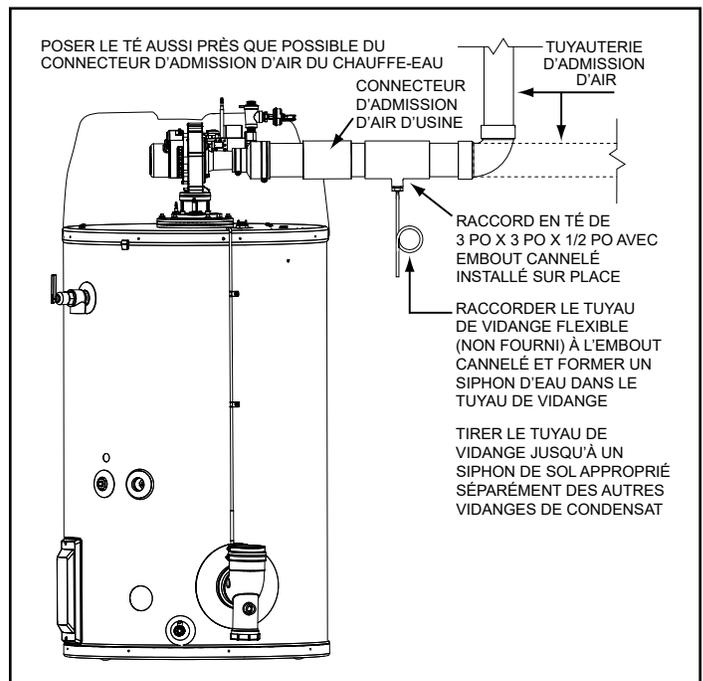

Figure 20. Pose du té de condensat de l'air d'admission
9. Un raccord en té et un tuyau de vidange de condensat (non fournis) doivent être installés dans la tuyauterie d'admission d'air à proximité du chauffe-eau dans les climats plus froids ayant de fortes accumulations de neige et dans les régions soumises périodiquement à une forte humidité. Le tuyau de vidange doit être acheminé vers un siphon de sol séparé de toutes les autres vidanges de condensat. Voir *Figure 20* (page 25).
Les installations qui présentent l'une quelconque de ces situations devront comporter une conduite de vidange d'humidité à siphon s'écoulant vers un écoulement d'eaux usées. Voir *Figure 20*. Sur une portion horizontale du tuyau d'admission d'air à proximité du chauffe-eau, prévoir un té de 3 po x 3 po x 1/2 po et un embout cannelé pour vidanger l'eau. Le té doit être placé aussi près du chauffe-eau que possible. Le tube de vidange dans toute installation doit comporter un siphon et s'écouler vers une évacuation d'eaux usées adaptée. La conduite de vidange de l'admission d'air doit être entièrement distincte de la conduite de condensats de la sortie d'évacuation des gaz de combustion.